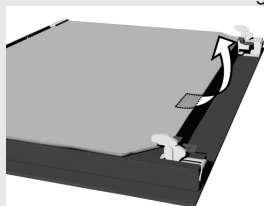

figure 2
- Saisissez la vitre par le bas, soulevez-la légèrement de façon à ce qu'elle n'adhère plus au support et enlevez-la (figure 2).